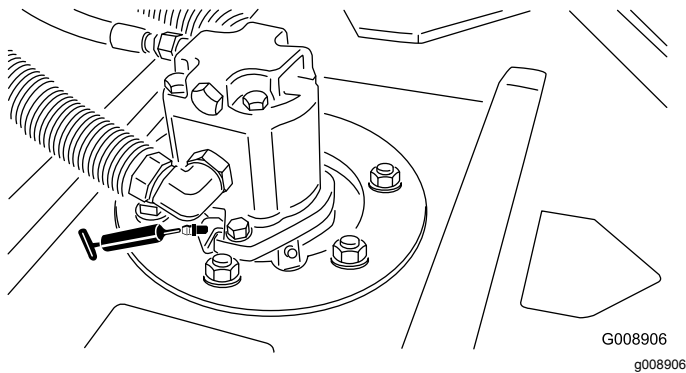

Bild 54
- Spindelwellenlager des Mähwerks (2 pro Mähwerk)—Bild 54